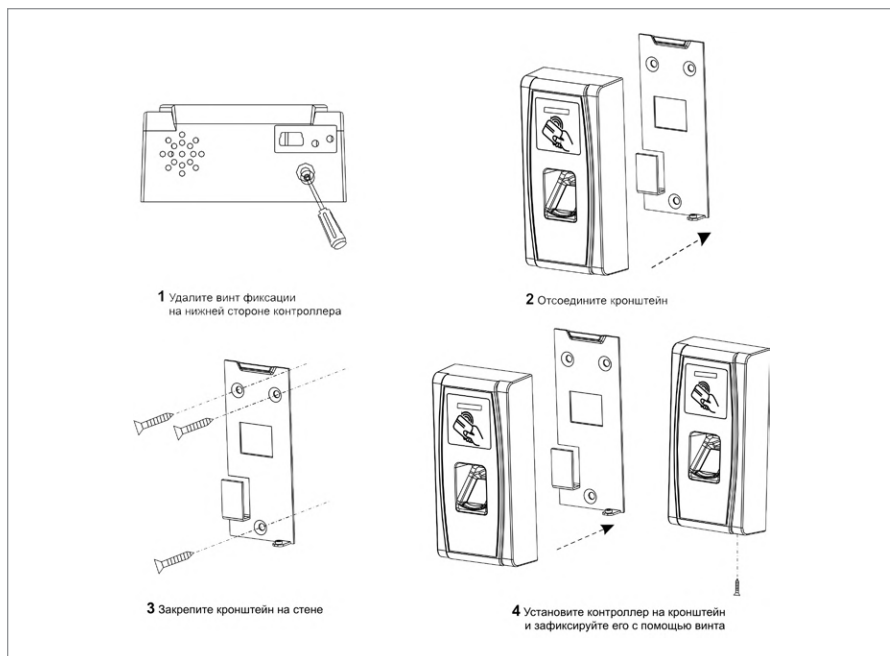

Рисунок 9. Последовательность монтажа контроллера «C2000-BIOAccess-MA300»
4. Удалите винт фиксации в нижней части контроллера и отсоедините кронштейн, аккуратно потянув кронштейн на себя и вверх (см. Рисунок 9, пп.1 и 2).
6. Закрепите шурупами кронштейн на стене, подложив под него резиновую прокладку, с помощью шурупов, входящих в комплект поставки (см. Рисунок 9, п.3).
7. Навесьте контроллер на кронштейн и закрепите контроллер на кронштейне при помощи винта фиксации и отвертки «звездочка» (см. Рисунок 9, п.4).